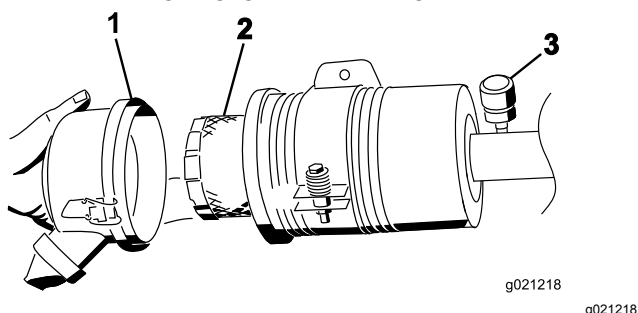

Рисунок 70
3. Снимите и замените фильтр (Рисунок 70).